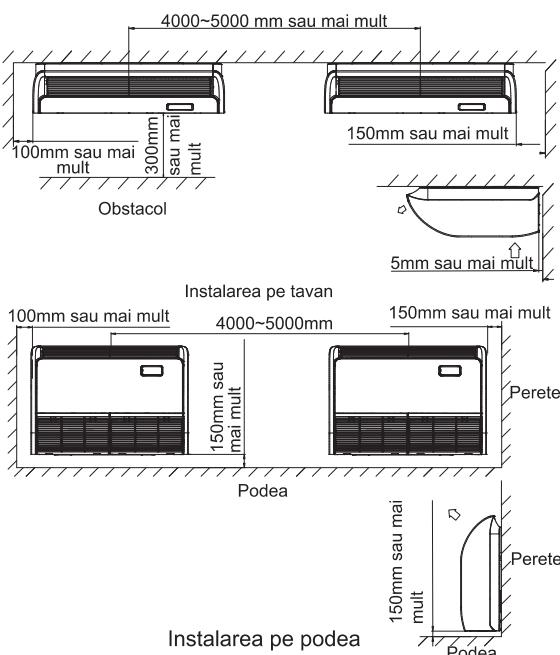

Fig. 3.2.1
- Asigurați un spațiu suficient pentru întreținere și service. (A se vedea Fig. 3.2.1)